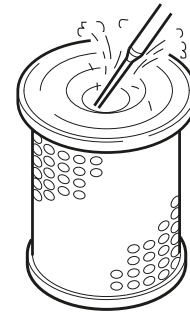

Figura 32
5. Limpie el filtro exterior (4, Figura 32) soplando aire comprimido desde el interior del filtro hacia el exterior. No use una presión de aire superior a 205 kPa (30 psi).